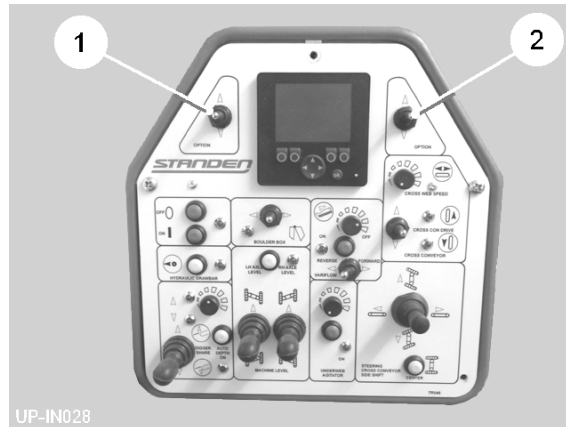

Fig 17a
In der niedrigeren Position wählt der Knopf (item 1, fig 17a) Steinfahrstuhl niedrigere Teilfunktion aus. In der oberen Position wählt der Knopf Schwan-Halsfunktion aus. Der Knopf (item 2, fig 17a) bewirkt dann die Funktion.